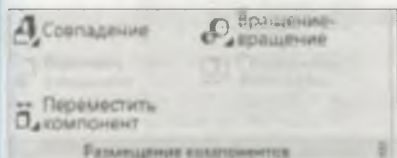

Рис. 25.6. Панель инструментов
- ♦ Панель инструментов **Размещение компонентов** (рис. 25.6) — содержит команды группы **Совпадение**, группы перемещения и группы вращения-перемещения;